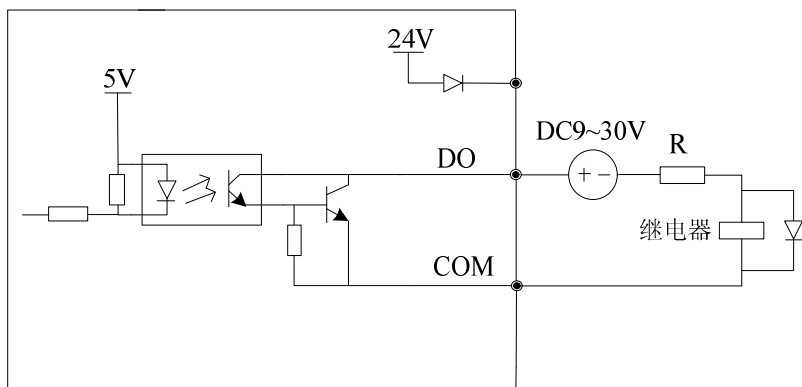

图 2-27 多功能输出端子开关量输出接线方式2
2) 多功能输出端子DO作为开关量输出时也可使用外部电源，9~30V，接线方式请参见图2-27。